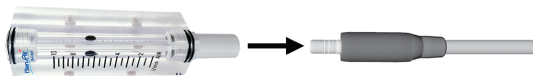

FIG. 5
5. 流量計をノーズアタッチメントに取り付け、冷却空気を通して空気流量を測定します。JIS規格 B7551に従って流量メーターのボールの中央で値を測定します (図 5)。